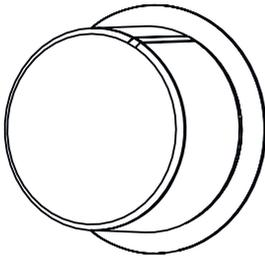

Рис. 15: Всплывающая кнопка выключена
- Нажмите внутрь, чтобы кнопка выскочила, затем отрегулируйте ее (Рис. 15).